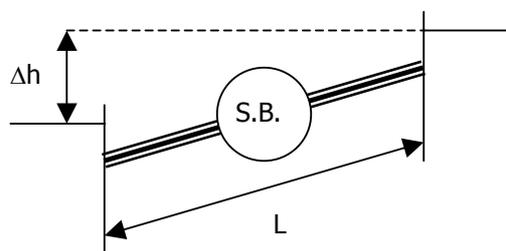

Figura 2: Situación a analizar
- b) Aplique sus resultados para determinar si el sistema de bombas estudiado es suficiente para impulsar el caudal entre los estanques de la figura 2 en las siguientes situaciones, señalando cuáles son las bombas que funcionan.